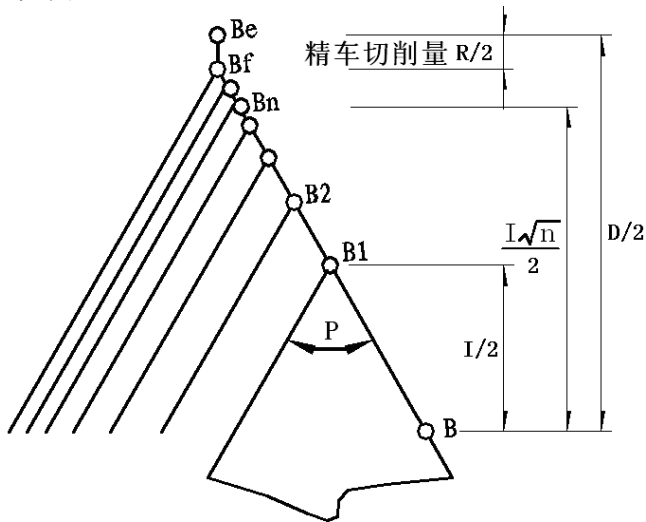

图 4-16-12
切入方法的详细情况见图 4-16-12:
- 1) 用 G76 螺纹循环切削指令组，可以通过多次螺纹粗车、螺纹精车完成规定牙高（总切深）的螺纹加工，如果指令①定义的螺纹角度不为 0° ，螺纹粗车的切入点由螺纹牙顶逐步移至螺纹牙底，使得相邻两牙螺纹的夹角为规定的螺纹角度。
- 4) 如果 G76 指令①定义的螺纹角度不为 0° 时，G76 指令②与 G92 不一样的是：G76 指令②的每一次螺纹循环从起点到切入点过程中，X 轴和 Z 轴先同时移动，螺纹轴到达切入点，然后非螺纹轴单轴移动到切入点；其它切削轨迹与 G92 一样，具体见图 4-16-12。